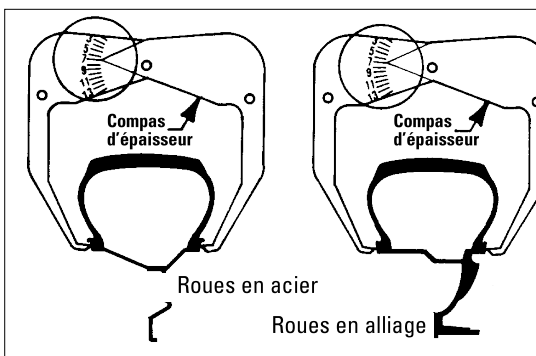

Figure 13 – Prise de mesure de la largeur de roue à l'aide du compas d'épaisseur
3. Placez le compas d'épaisseur sur la roue pour mesurer la largeur de celle-ci (voir la figure 13).